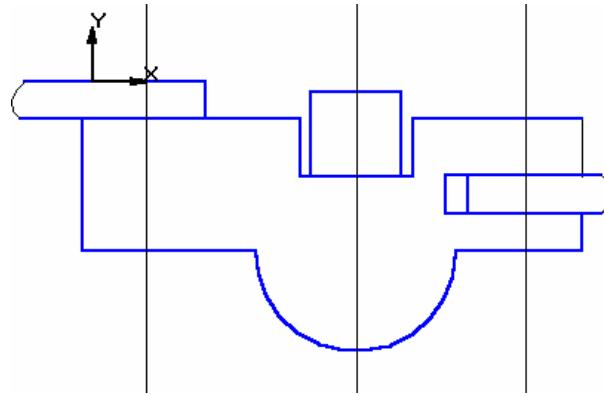

Рис. 3
2. По предварительно выполненному чертежу начертите заданные пластины, рис. 3. Проверьте подключение спецификации (*Сервис – Объекты спецификации – Включить работу со спецификацией*).